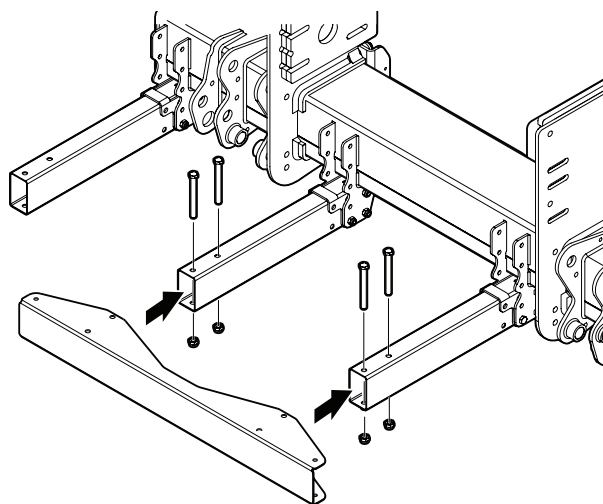

Bild 43. Montering av inre plåtprofil
2. Montera den mittre plåtprofilen med 4 skruvar M12x110 på konsolerna. Se Bild 43.